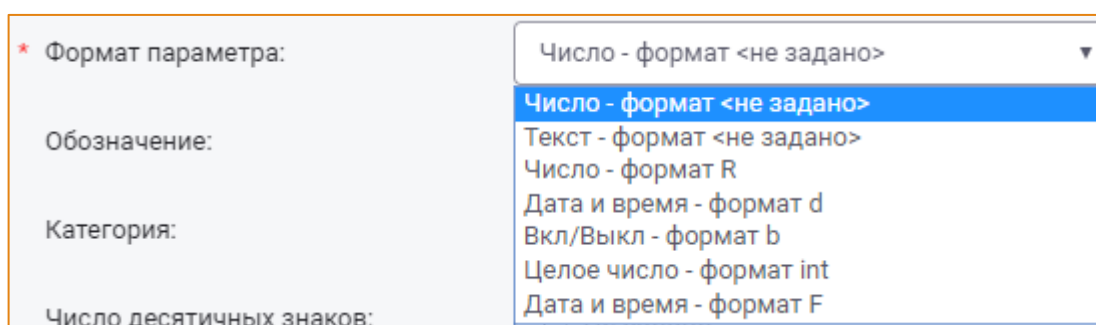

Рис. 43 – Список форматов параметра
- **Формат параметра** - обязательное поле для заполнения. В раскрывающемся списке поля необходимо выбрать требуемый формат параметра (Рис. 43).